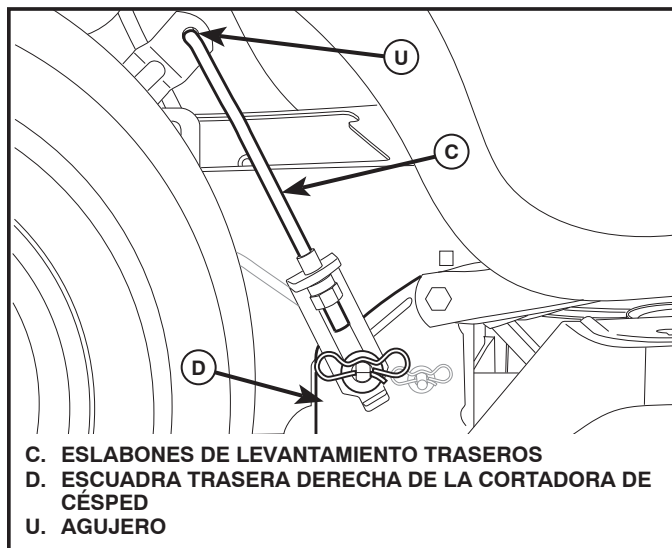

Fig. 29
7. INSTALE LOS ESLABONES DE LEVANTAMIENTO TRASEROS (C) (Vea Fig. 29)
- Inserte el extremo de varilla del eslabón de levantamiento trasero (C) dentro del agujero (U) en el brazo de suspensión del eje de levantamiento del tractor y haga oscilar el eslabón hacia abajo hacia la cortadora de césped.
- Levante la esquina trasera de la cortadora de césped y ubique la ranura en el conjunto de eslabones sobre la chaveta en la escuadra trasera de la cortadora (D); asegure con una arandela grande y un resorte de retención grande.